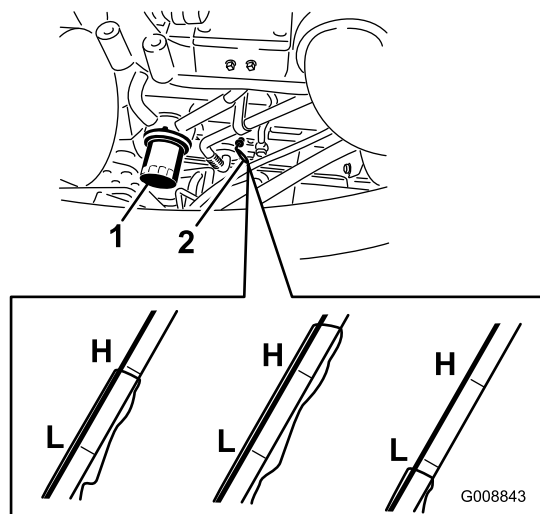

図 59
2. ディップスティック（図 59）を抜き取り、付いているオイルをウェスで拭き、もう一度一杯に差し込んで抜きとる。FULL マークまであればよい。
2. オイルフィルタ (図 59) を外す。新しいフィルタのシールに薄くエンジンオイルを塗って取り付ける。締めすぎないように注意すること。